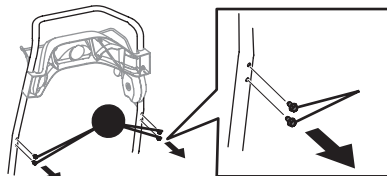

Figura 10
1. Extraiga los tornillos de arandela hexagonal (a) de la parte posterior de la manija (dos de cada lado) (Figura 10).